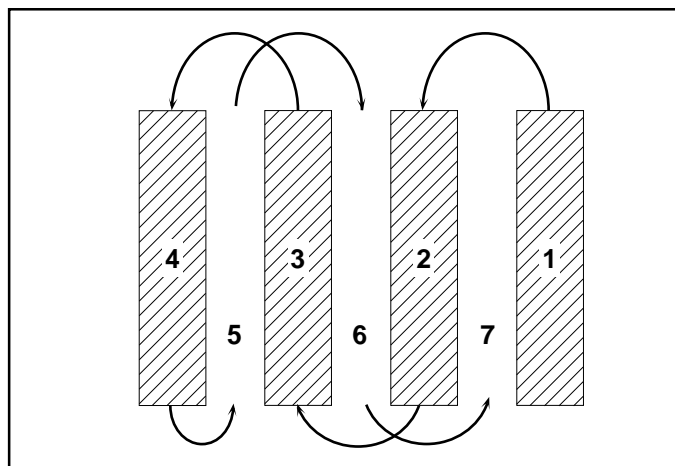

FIG. 15
- Vous trouverez le labourage beaucoup plus facile si vous laissez un sillon non bêché entre les passes. En ce temps-là retourner entre le rang de labourage (Voyez la Fig. 15). Il y a deux raisons pour faire ceci. Premièrement, des virages larges sont beaucoup plus faciles à prendre que faire des demi-tours. Deuxièmement, la motobineuse ne vous entraînera pas vers le rang bêché qui est le plus proche.